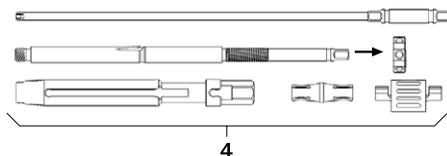

Fig. 2
- Desmontar la palanca de reposición 4, ver Fig. 2. Desmontar completamente la palanca de reposición en sus componentes y desenroscar la tuerca tensora.